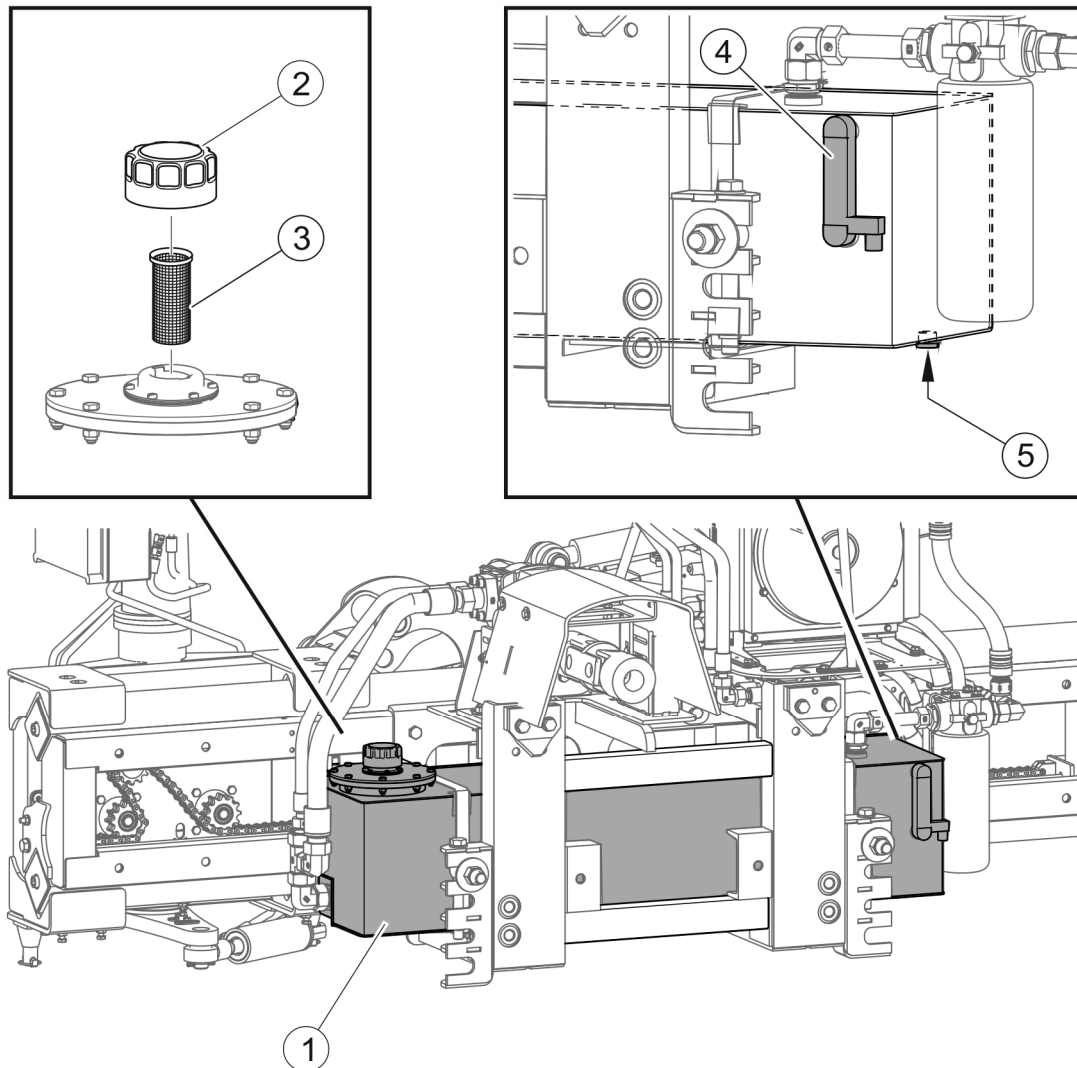

FIGURE 5.1 Réservoir d'huile
Le réservoir d'huile (1) (FIGURE 5.1) contient 120 litres d'huile hydraulique HL46. Il faut vérifier quotidiennement l'absence de fuites au niveau des raccords soudés du réservoir et des raccords des conduites hydrauliques au réservoir.
Chaque fois après avoir changé l'huile et les filtres et lors de l'inspection quotidienne du système hydraulique de la flèche multifonction, vérifier le niveau d'huile sur le tube indicateur (4) (FIGURE 5.1) du réservoir. Le flotteur du tube indicateur doit se trouver dans sa partie supérieure. La jauge d'huile est dotée d'un capteur de niveau d'huile minimum. Si le voyant (9) (FIGURE 4.6) sur le panneau de commande de la rampe s'allume, ajouter de l'huile dans le réservoir jusqu'au niveau requis.